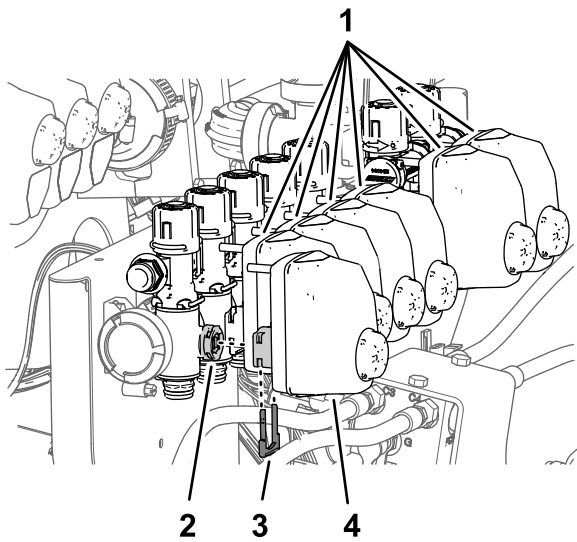

Figura 99
1. Rimuovete i fermi che fissano gli attuatori delle valvole per le valvole degli ugelli da 1 a 7 (Figura 99).
2. Rimuovete gli attuatori delle valvole dalle valvole degli ugelli da 1 a 7 (Figura 99).
- Montate gli attuatori delle valvole sulle valvole degli ugelli da 1 a 7 (Figura 99) con i fermi che avete rimosso al passaggio 1.